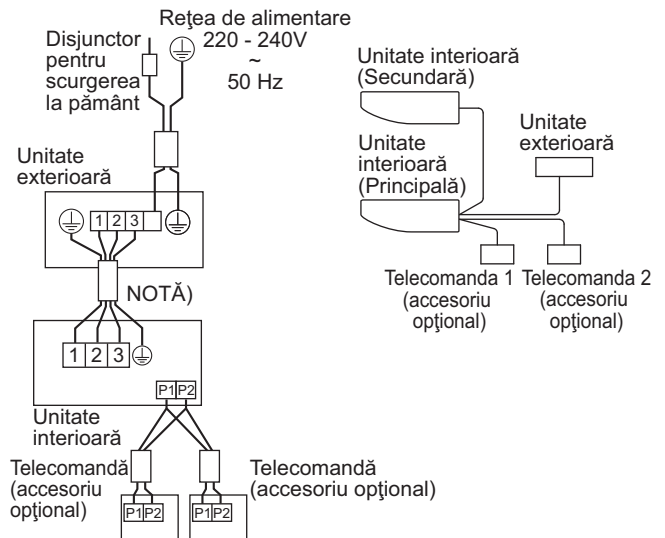

Fig. 36
- 2 telecomenzi controlează 1 unitate interioară. (Consultați Fig. 36)